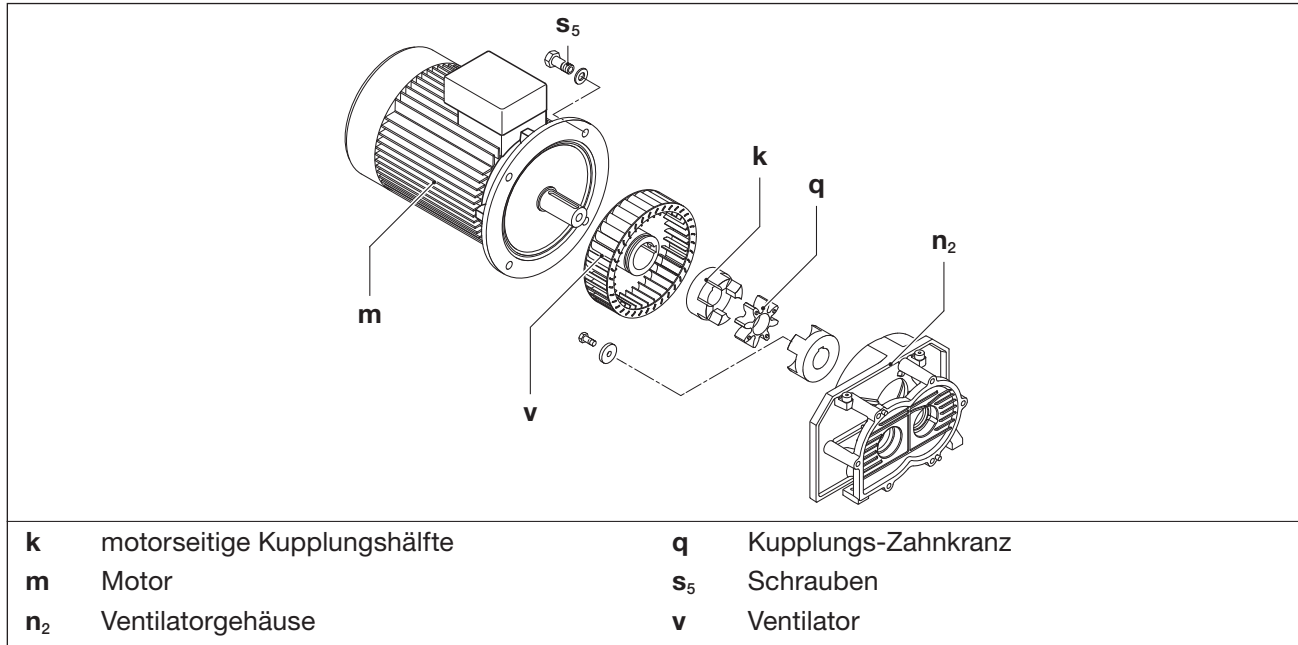

Abb. 9 Kupplung
Der Kupplungszahnkranz (Abb. 9/q) unterliegt einem Verschleiß und muss regelmäßig (mindestens 1 x pro Jahr) überprüft werden. Der Ventilator (Abb. 9/v) sollte ebenfalls von Zeit zu Zeit auf Beschädigungen überprüft werden.
- Den Motor (Abb. 9/m) mittels Hebezeug an den Ringschrauben aufhängen. Sind keine Ringschrauben vorhanden, den Motor mittels Rundschlingen aufhängen.
- Schrauben (Abb. 9/s₅) am Motorflansch lösen und Motor mit motorseitiger Kupplungshälfte (Abb. 9/k) vom Ventilatorgehäuse (Abb. 9/n₂) axial abziehen.
- Zahnkranz (Abb. 9/q) überprüfen. Ist der Zahnkranz beschädigt oder verschlissen, diesen austauschen.
- Den Ventilator (Abb. 9/v) überprüfen und gegebenenfalls austauschen.
- Zahnkranz und Motor mit motorseitiger Kupplungshälfte wieder axial aufschieben und mit den Schrauben (Abb. 9/s₅) am Motorflansch befestigen. Anzugsmoment: 120 Nm